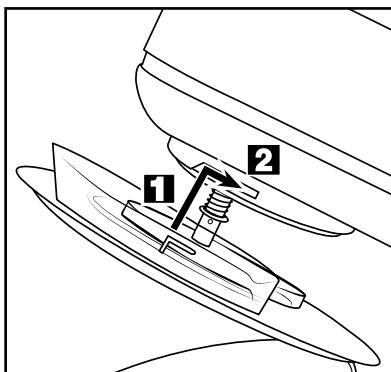

Abb. 1: Montage des Spritzschutzes **9**
- Schieben Sie den Spritzschutz **9** so von unten auf den Schwenkarm **1**, dass die Arretierungen am Spritzschutz **9** in die Schienen am Schwenkarm **1** greifen (Abb. 1 / **1**). Der Pfeil am Spritzschutz **9** muss auf das Symbol  am Schwenkarm **1** weisen:
- Zum Verriegeln drehen Sie den Spritzschutz **9** in Pfeilrichtung zum Symbol  , so dass die Arretierung einrastet und der Spritzschutz **9** fest sitzt (Abb. 1 / **2**).